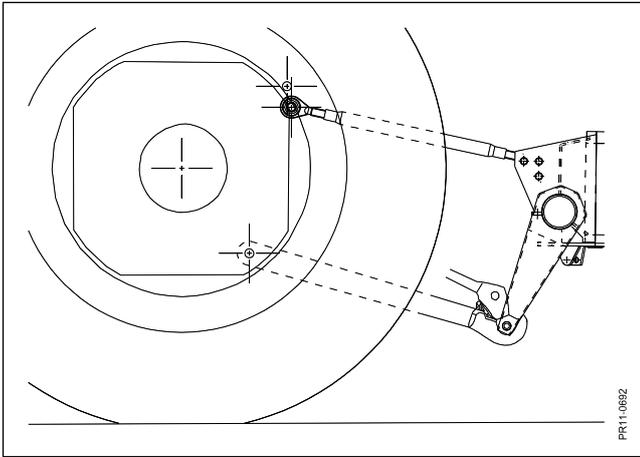

Fig. 1
- FIG. 1** I bracci di sollevamento del trattore sono collegati ai perni sul telaio. I bracci di sollevamento del trattore devono essere stabilizzati lateralmente in modo che la macchina abbia la larghezza di taglio esatta.